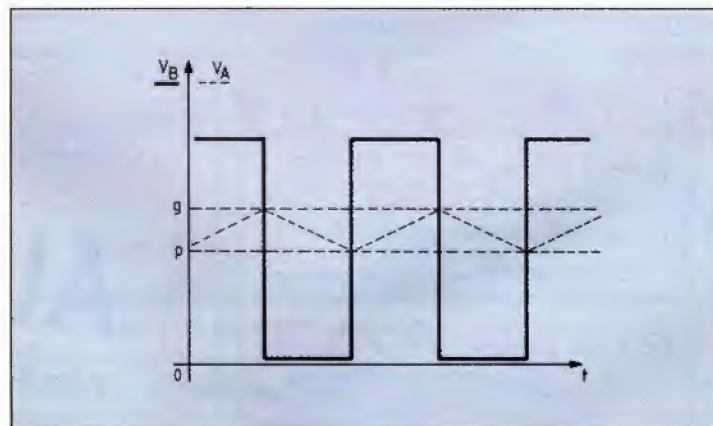

Fig. 24. — Formes d'ondes du circuit de la figure 23, en trait plein pour V_B , en tirets pour V_A .
Les courbes de la figure 24 montrent ce qui se passe, le potentiel du point (A) passant du minimum au maximum (ou le contraire) à chaque basculement, celui du point (B) évoluant entre le seuil bas p et le seuil haut g , suivant une courbe « en dents de scie à bois ».